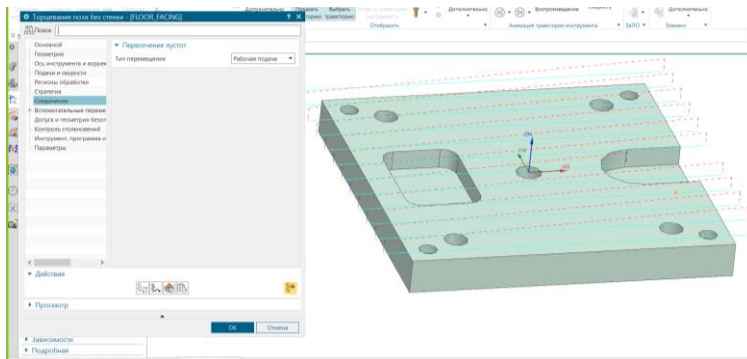

Рисунок 4 – Результат виконання дій
4. Вимкнете параметр Ігнорувати отвори (соединение - тип перемещения – обход – 5мм). Натисніть ОК і Генерувати в основному діалоговому вікні операції. Результат показаний на рис. 4.